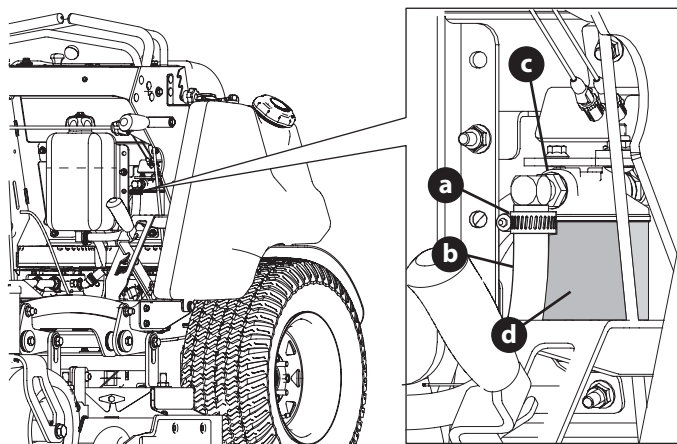

Figura 27
2. Afloje la abrazadera de la manguera (a) que sujeta la manguera de aceite de la transmisión (b) a la unidad del filtro de aceite de la transmisión (c) (Figura 27).
5. Si es necesario, realice lo siguiente para reemplazar el filtro de aceite (Figura 27):
7. Ajuste la abrazadera de la manguera (a) que sujeta la manguera de aceite de la transmisión (b) a la unidad del filtro de aceite de la transmisión (c) (Figura 27).